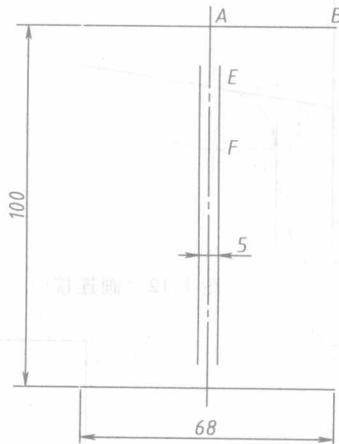

图 1-9 作对称线和已知直线
(1) 作对称线和已知直线 根据 100mm 和 68mm 尺寸，作两条长 68mm、相距 100mm 的水平实线，过中点画一条细点画线作为对称线，再以细点画线为中心左右对称作两条相距为 5mm 的平行实线，如图 1-9 所示。